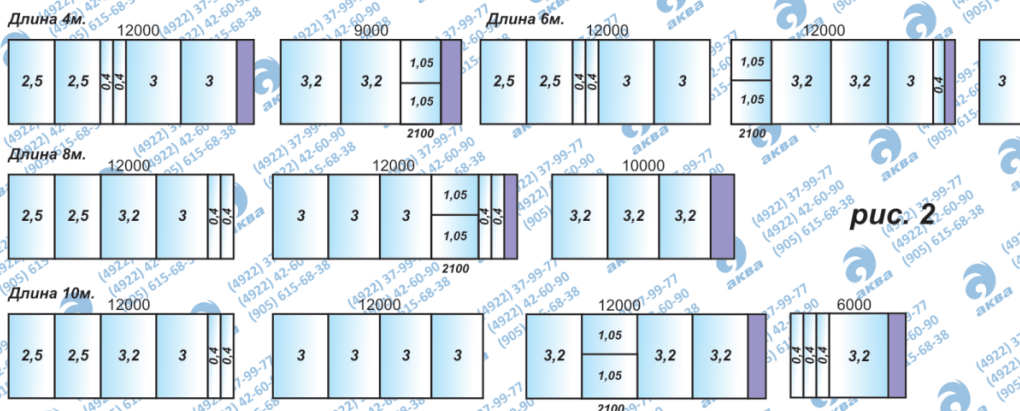

рис. 2
2. Разрезать листы в размеры (таблица 1) согласно раскроя (рис. 2).